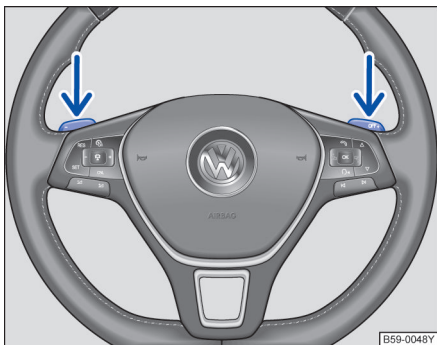

图 147 部分车型方向盘上的换挡拨片
- 当换挡杆处于位置 D 或 S 时，请按压方向盘左侧的换挡拨片  或右侧的换挡拨片  → 图 147。